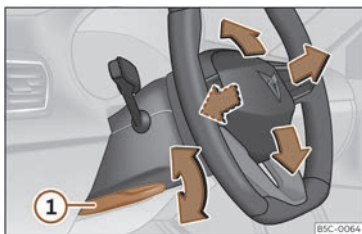

Fig. 94 Palanca a la part inferior del lateral esquerre de la columna de direcció.
- Estireu la palanca >>> **fig. 94** ① cap avall, moveu el volant fins a la posició desitjada i torneu a apujar la palanca fins al punt de tancaament.
- Després d'ajustar la columna de la direcció, empenyeu fermament la palanca >>> **fig. 94** ① cap amunt perquè el volant no canviï de posició accidentalment durant la marxa.